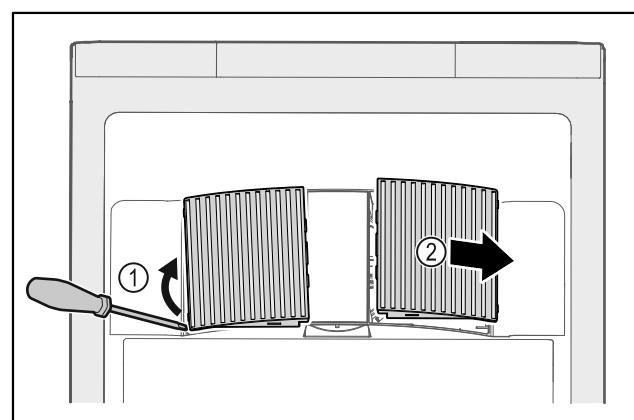

Fig. 144
- Oprezno podignite ventilatorske pokrove sa strane Fig. 144 (1) i skinite ih prema naprijed Fig. 144 (2).